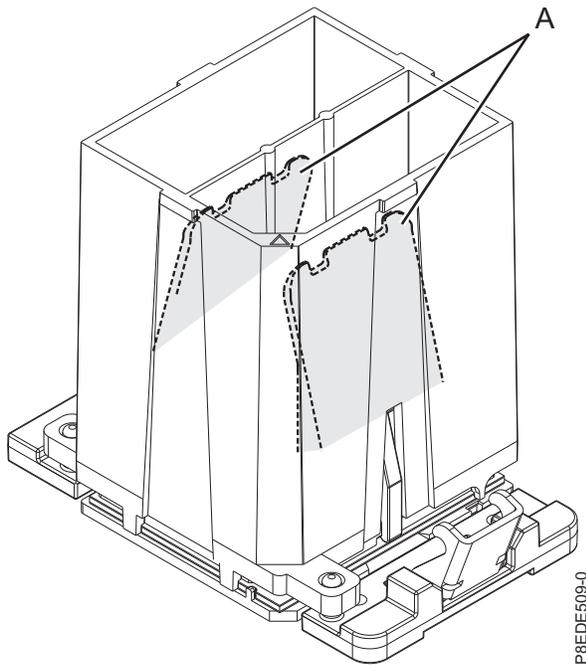

図 130. システム・プロセッサ・モジュール・ツールの取り外し
- c. ツールとシステム・プロセッサ・モジュールの穴とガイド・ピンが正しく位置合わせされたら、しっかりと止まるまで、2 つの青色のリリース・タブ (**A**) をつかみ、まとめて保持します (117 ページの図 130 を参照)。次に、ツールを持ち上げてシステム・プロセッサ・モジュールから離します。